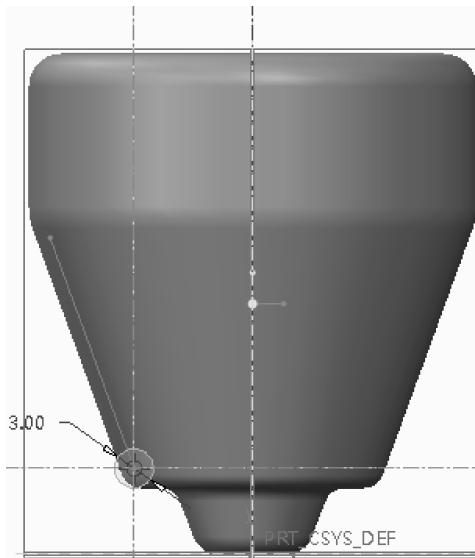

图 4-18 截面圆
5) 创建如图 4-18 所示的圆，然后单击  按钮，完成螺旋扫描特征的创建如图 4-19 所示。